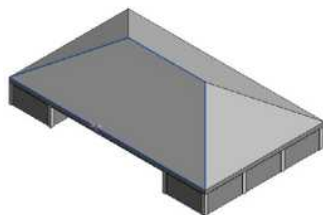

图 12-33 选择屋顶面
(1) 打开 11.3.1 节绘制的文件，单击“建筑”选项卡“洞口”面板中的“按面”按钮，在楼板、天花板或屋顶中选择一个面，如图 12-33 所示。